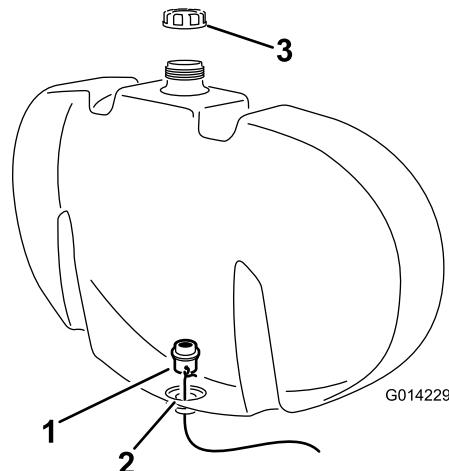

图3
- E. 用金属丝将隔板接头引至水箱（图3）底孔。
- F. 将隔板接头放入相应的位置，确保空隙垫片紧靠冲洗水箱（图3）的内壁。